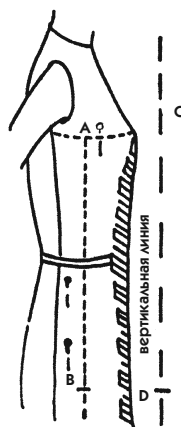

Рис. 32
- Если потребуется, распорите боковой шов и сколите его, поместив линию баланса строго вертикально вниз от линии выступающих точек груди (линия АВ на рис. 32). При этом должны исчезнуть все морщины, возникшие при неправильном балансе боковой части лифа.
- Переделав вытачку линии талии, продолжите ее в виде складки вниз, как на рис. 32 (заштрихованная часть показывает вытачку от талии и ее продолжение).
Теперь вам должно быть понятно, что возникшее уменьшение объема ниже линии бедер произошло за счет складки, являющейся продолжением вытачки по линии талии. Глубина этой вытачки соответствует вогнутости под грудью. Эта же вытачка не может сойти на нет к бедрам, где нет округлости, равной груди (см. рис. 32).